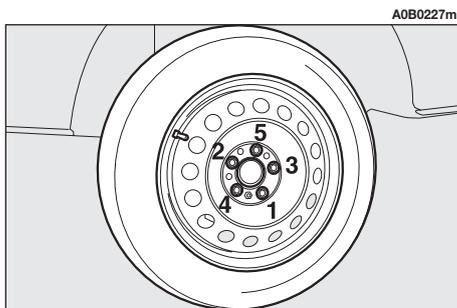

Abb. 8
– Die Radbolzen unter Beachtung der in der **Abb. 8** gezeigten Reihenfolge festziehen, ohne jedoch die Radkappe aufzusetzen.